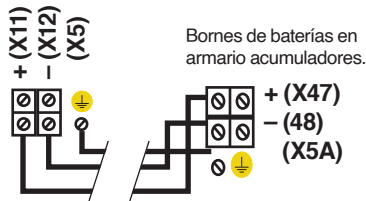

Fig. 22. Conexión sistema con un armario de baterías.
- Conectar la manguera de cables, por lo general suministrada, entre los bornes (X11) - (X12) del sistema y los (X47) - (X48) del armario o bancada de baterías, respetando el color de los cables (rojo para (+), negro para (-) y verde-amarillo para el tierra de enlace (⊕)) así como la polaridad indicada en el etiquetado del equipo (ver Fig. 22).